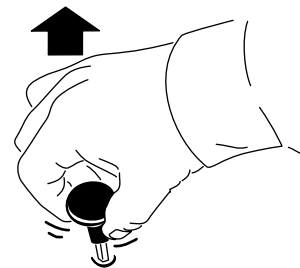

Figure 12
- Tirez sur la commande (Figure 12) pour engager la PDF ou activer l'accessoire (selon la configuration de l'accessoire).